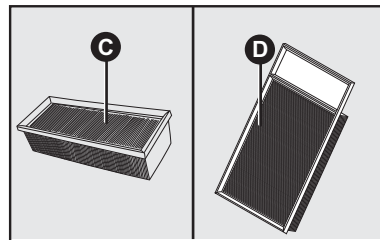

fig. 14
- Remover o elemento filtrante **C-fig. 14**;
- Remover o elemento filtrante **D-fig. 14**;